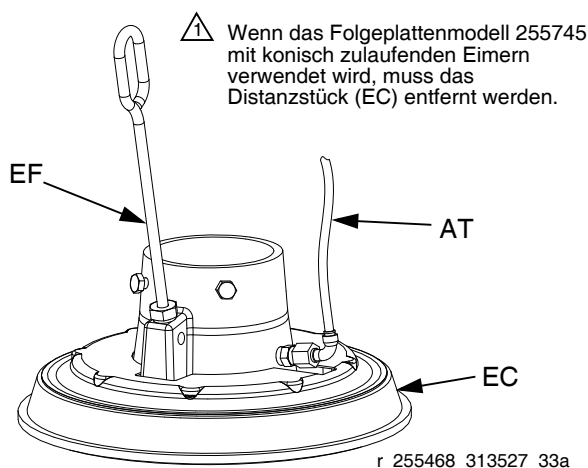

ABB. 15
Siehe ABB. 15. Wenn sich die Folgeplatte beim Anheben der Pumpe nicht einfach aus dem Eimer herausheben lässt, ist möglicherweise der Luftunterstützungsschlauch (F) oder das Rückschlagventil verstopft. Ein verstopftes Ventil verhindert, dass Luft zur Unterseite der Platte gelangt und erleichtert so das Entnehmen der Platte aus dem Eimer.
3. Luftunterstützungsschlauch (AT) in der Folgeplatte reinigen. Alle Teile des Ventils reinigen und wieder zusammenbauen.
4. Entlüftungsstab (EF) aus der Folgeplatte entfernen. Entlüftungsstab durch Entlüftungsablassöffnungen stecken, um Materialablagerungen zu beseitigen.